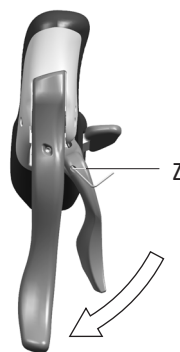
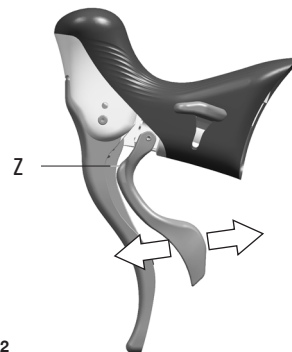

図11
図12
外側レバーの位置 (プレーキ・レバーに近付けるか、離すか) は、Z 穴内部のグラブねじを回し、調整することができます (図11 / 12)。外側レバーは、プレーキ・レバーに触れるぎりぎりの位置に調整するのが適正です。しかし、実際にプレーキ・パッド裏側のラバー・パッドに触れる必要はありません。
- ・ 外側レバーをプレーキ・レバーから離したい場合 (図12) は、六角レンチを時計回りに回します (図11)。外側レバーをプレーキ・レバーに近付けたい場合は、六角レンチを反時計回りに回します。